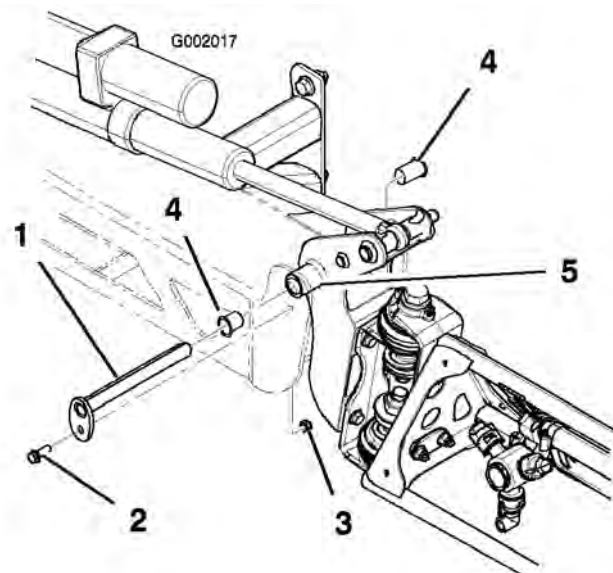

Figura 70
3. Com o peso da rampa suportado, retire o parafuso e a porca que seguram o pino de articulação à rampa (Figura 70). Retire o pino de articulação.
5. Retire e inspeccione as buchas de nylon dos lados dianteiro e traseiro do suporte de articulação (Figura 70). Substitua todas as buchas danificadas.
7. Monte a rampa e o apoio da articulação no chassis alinhando as aberturas (Figura 70).